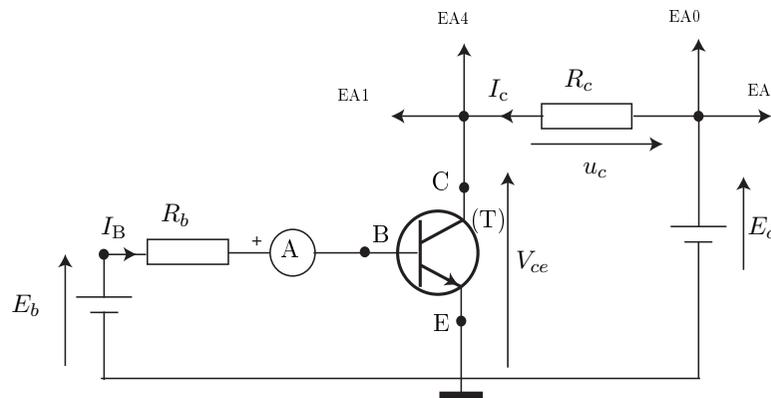

FIGURE 9.3 – Montage pour tracer la caractéristique du transistor bipolaire 2N2219.
- ☞ Réaliser le montage figure 9.3 avec : (T) est le transistor NPN 2N2219A,  $R_b = 100\text{ k}\Omega$ ,  $R_c = 0,5\text{ k}\Omega$ ,  $E_c$  : alimentation continue DC (ALR3003-ELC),  $E_b$  : alimentation stabilisé (Electronic 2) et A : le multimètre MTX3250 en mode ampèremètre.